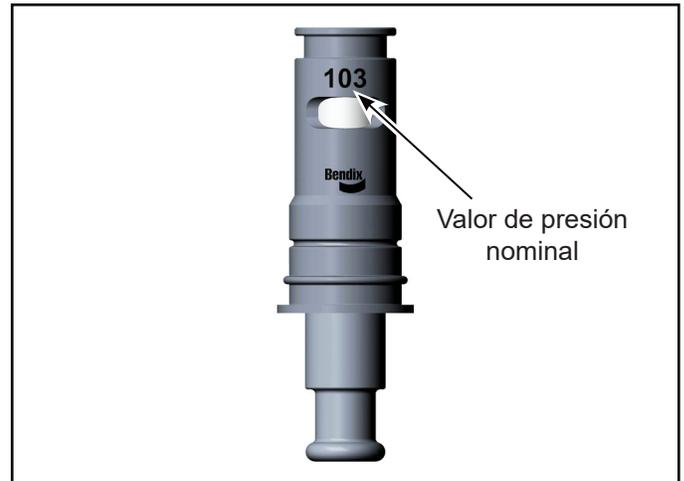

Figura 3: valor de presión de la CPPV
1. Lubrique las juntas tóricas (1 y 3) con la grasa suministrada (6). **Nota:** use solo la grasa que viene empacada con este kit.
2. Instale la junta tórica más pequeña (1) en la ranura de la parte superior del cuerpo de la CPPV (2). Instale la junta tórica más grande (3) en la ranura de la parte inferior del cuerpo de la CPPV (2).
3. *Consulte la figura 3.* **Anote** la presión de apertura nominal de cada CPPV incluida en este kit e instale cada CPPV en los orificios correspondientes que registró en el paso 3 del procedimiento de desmontaje.